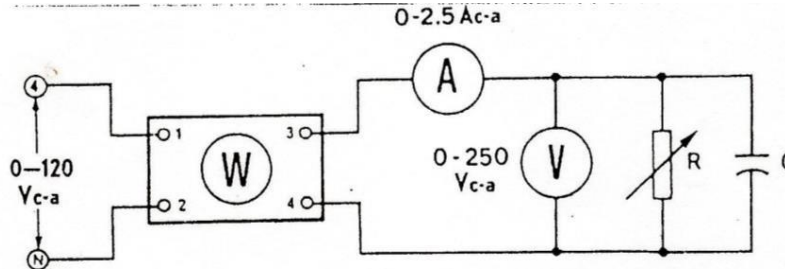

Figura 6
11. Repita el procedimiento 9 utilizando los módulos de resistencia y capacitancia conectados en paralelo, como se indica en la figura 6. Conecte todas las secciones en paralelo y cierre todos los interruptores.